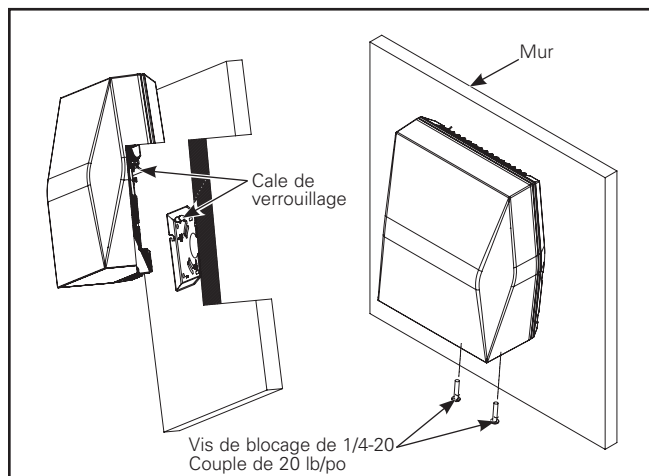

Figure 5.
6. Serrez les deux (2) vis Phillips 1/4-20 du luminaire à un couple de 2,3 Nm (20 po-lb). (Figure 5.)